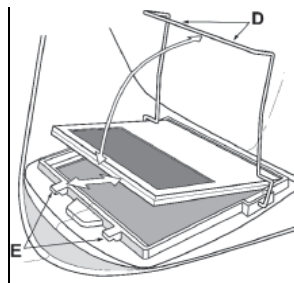

Figura 3
Colocación del nuevo cartucho: tome el nuevo cartucho de tonos y pase el cable del potenciómetro por debajo del bucle de alambre antes de colocar el cartucho en su marco de retención dentro del casco. Gire el bucle de alambre hacia abajo y compruebe que el borde delantero del bucle (D) esté bien sujeto debajo de las orejetas de retención (E), como se muestra en la (figura 3).